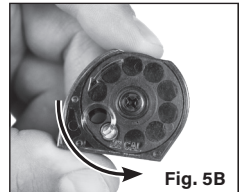

Fig. 5B
4. Drej cylinderen mod uret til næste hul (Fig. 5B)